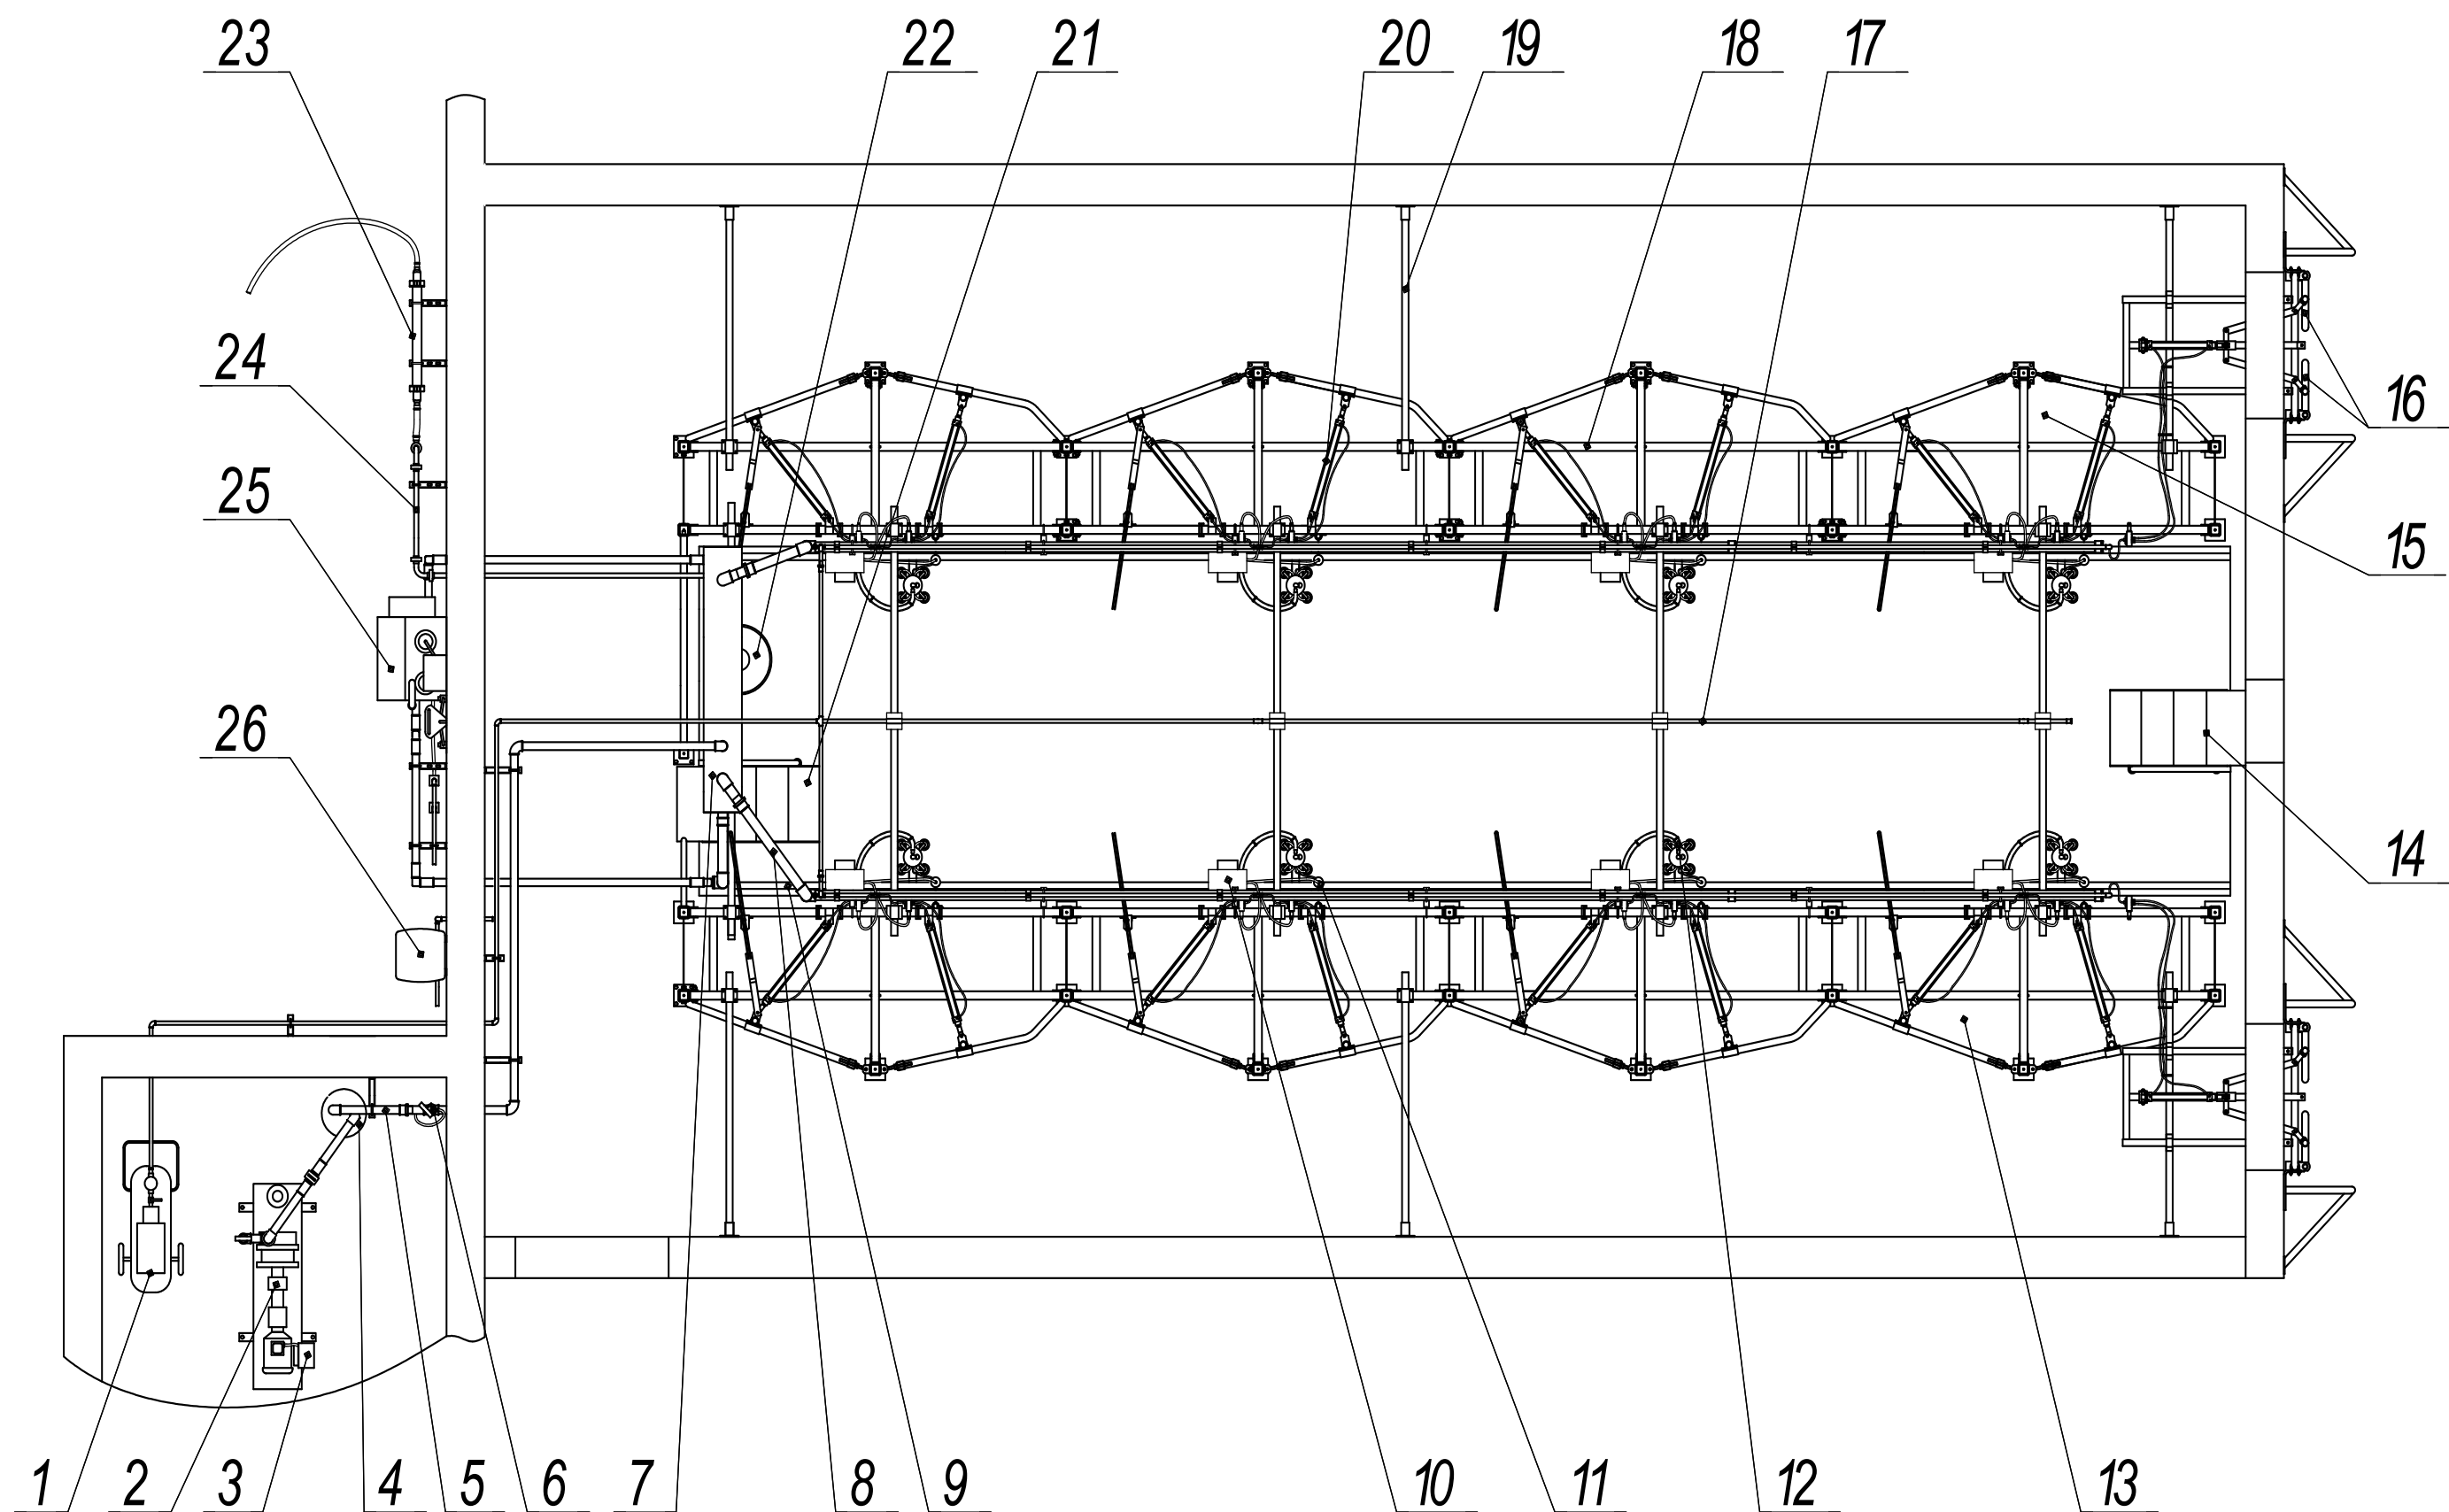
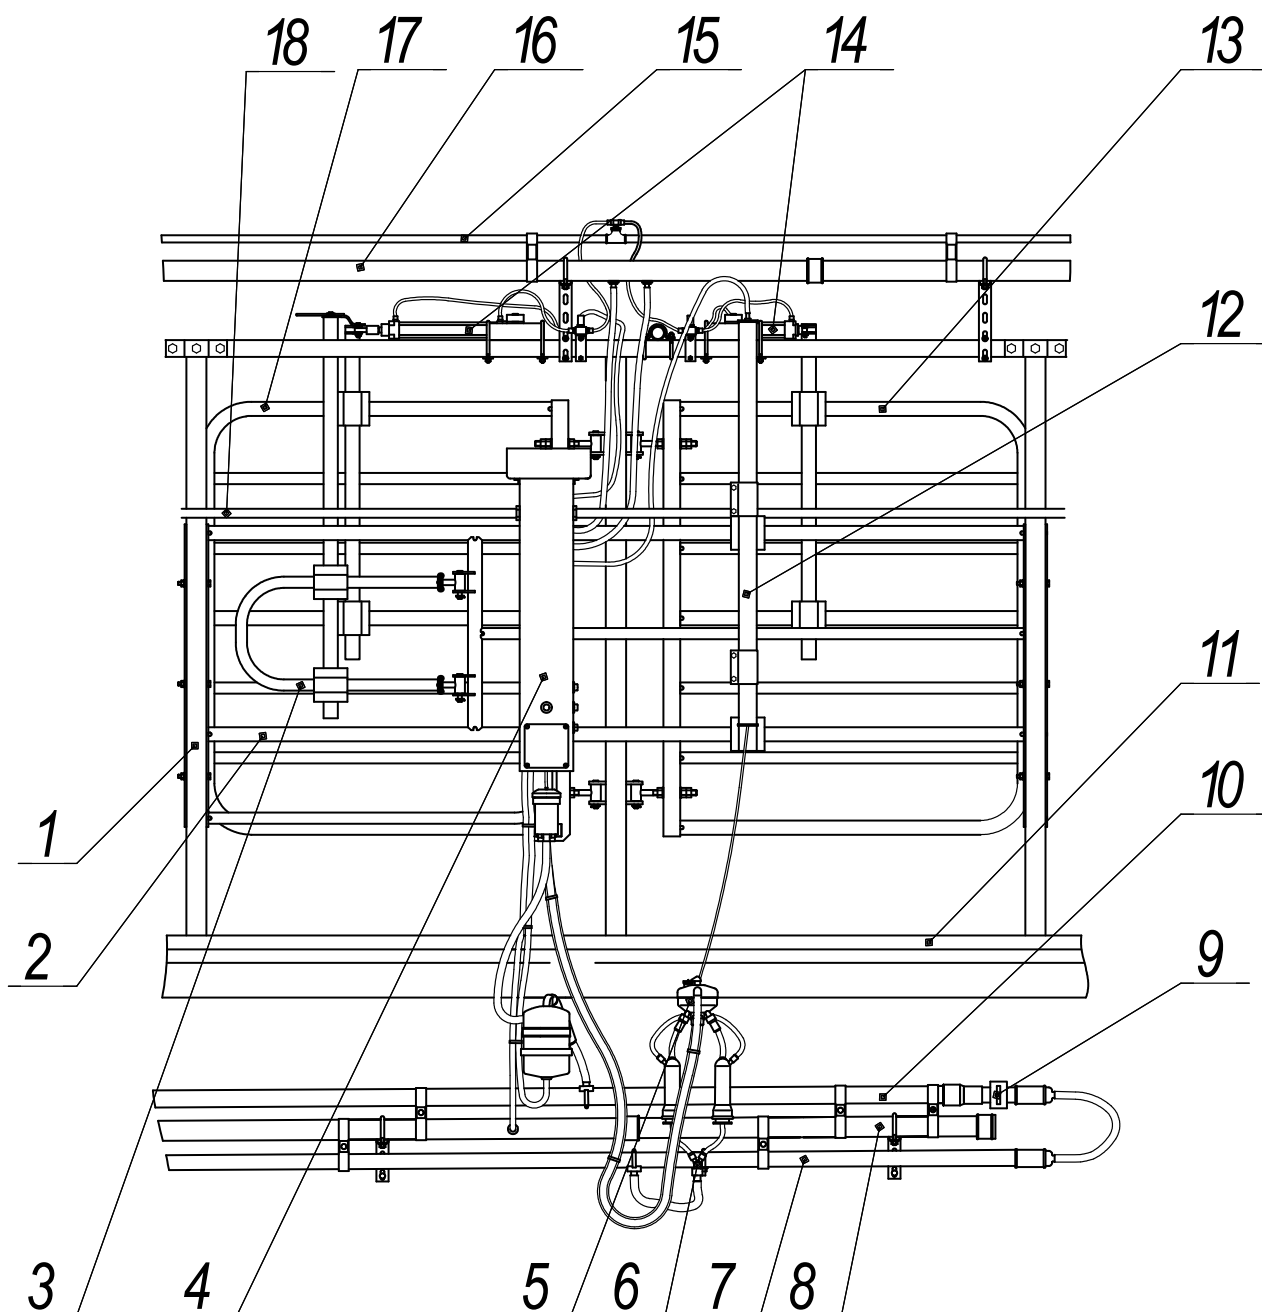

Рисунок 1 – Общий вид доильной установки УДТ-8Т типа «Тандем»:
Рисунок 2 – Общий вид доильного места установки УДА-8Т:
**Станочное оборудование.** Станочное оборудование состоит из двух секций станков типа «Тандем» (рисунок 1), симметрично расположенных вдоль относительно технологической траншеи. Каждая секция включает четыре станка 13, 15 (доильных мест) образованных (рисунок 2) стойками 1 и продольными связями 2, металлическими листами спереди и сзади станка, входными 13 и выходными 17 воротами. Открытие и закрытие, которых происходит с помощью пневмоцилиндров 14 и толкателей 3. Работа пневмоцилиндров осуществляется путем подачи в одну из полостей цилиндра избыточного давления, создаваемого компрессорной установкой 1 (рисунок 1). Привод ворот механический с управлением из траншеи. Для предотвращения попадания грязи с пола доильного станка в технологическую траншею по краю последней предусмотрен металлический бордюр 11 (рисунок 2). Для обслуживающего персонала в траншее (рисунок 1) предусмотрена лестница 14, 21. Вход в доильный зал осуществляется через впускные ворота 16 от пневмосистемы доильной установки.